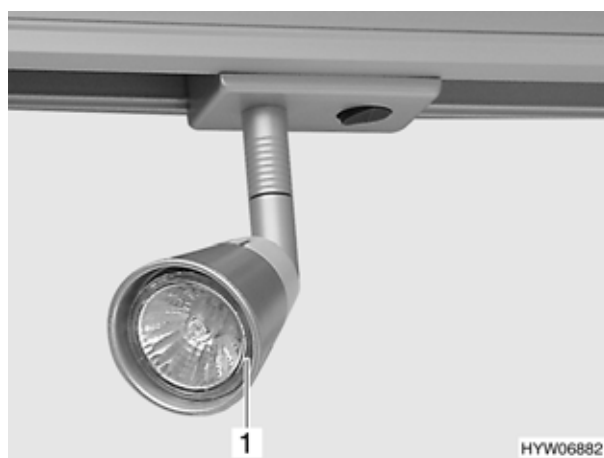

Fig. 192 Faretto (variante 2)
- Afferrare il bordo dello faretto (Fig. 192,1) e tirarlo in avanti.